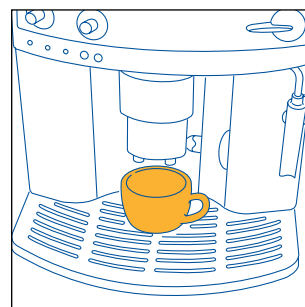
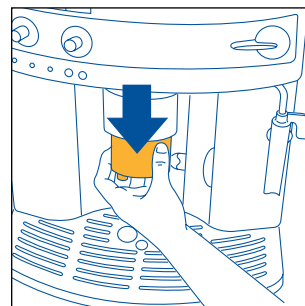

Fig.9
Fig.11
- 4) Zet een of twee kopjes onder de spuitmonden, naargelang u 1 of 2 kopjes koffie wilt zetten (fig. 9 en 10). Om een mooie crème op de koffie te bekomen, worden de kopjes zo dicht mogelijk tegen de spuitmonden gehouden door het afgifteblok te verlagen (fig. 11).